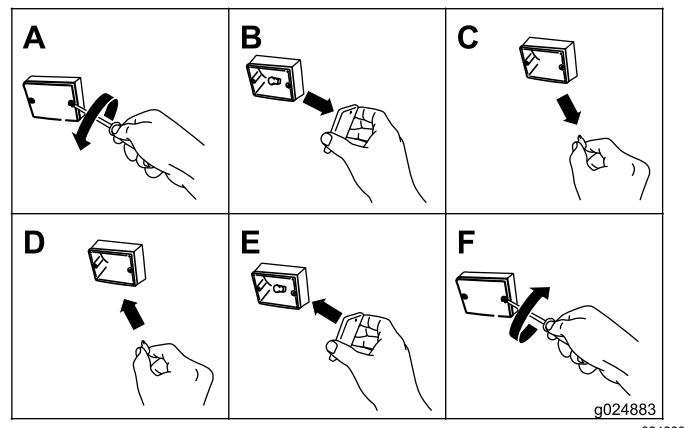

Figure 55
1. À l'aide d'un tournevis, retirez les 2 vis du petit verre rectangulaire orange à l'avant du feu (Figure 55).
2. Déposez le verre orange (Figure 55).
3. Sortez l'ampoule de la douille (Figure 55).
4. Insérez une ampoule 193 neuve dans la douille (Figure 55).
5. Reposez le verre orange et les 2 vis (Figure 55).